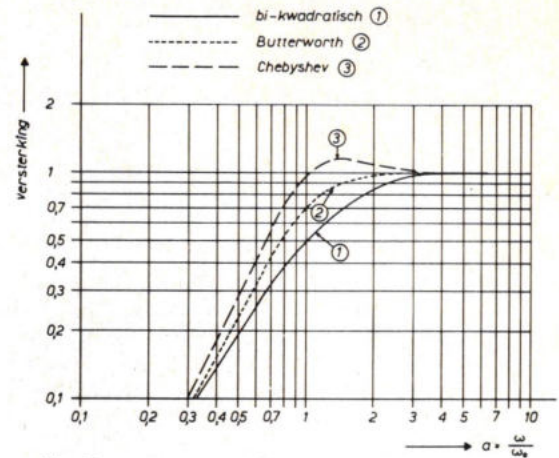

Fig. 7.
In de tabel (2) zijn de waarden van de „versterking” als functie van a weergegeven, terwijl in fig. 7 onder (1) het verloop in een grafiek is uitgezet. Deze responsie is weer „bi-kwadratisch”. Het oplopen van de karakteristiek geschiedt tamelijk flauw, zodat er veel „nuttige” frequenties verloren gaan.